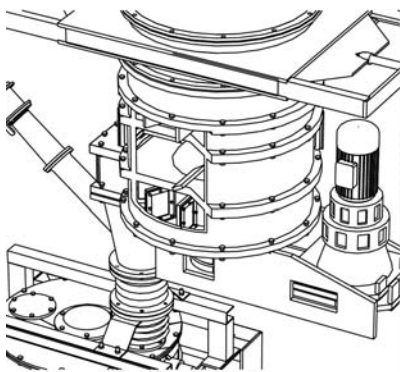

图 1
14.3 喂料机第四层（从上往下数）有毛毡密封如图 1 所示，更换前需将整个喂料机从仓底部卸下来放在一边，然后从上到下依次拆放旁边摆放整齐。当拆到第四层就能看到密封毡夹在分隔轮叶片上，用钢板和螺丝固定。